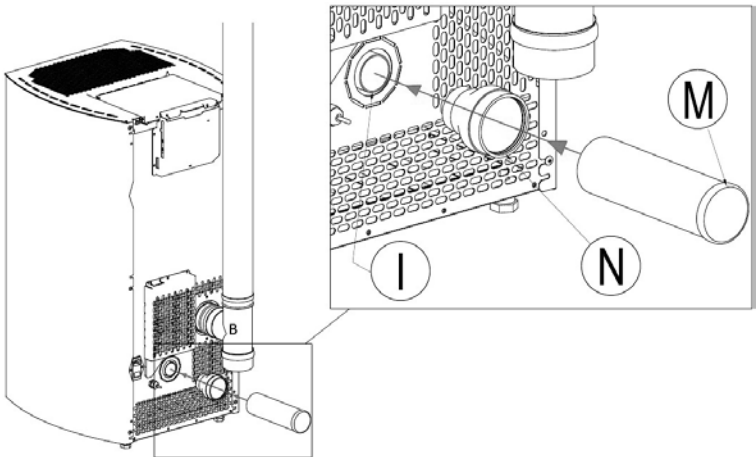

Fig. 13 - Conexiones
LEYENDA Fig. 13
- Empalme N con Q utilizando un tubo flexible o rígido de diámetro de 60 mm, con una longitud máxima de 2 metros (ver **Fig.13**).
LEYENDA	Fig. 13